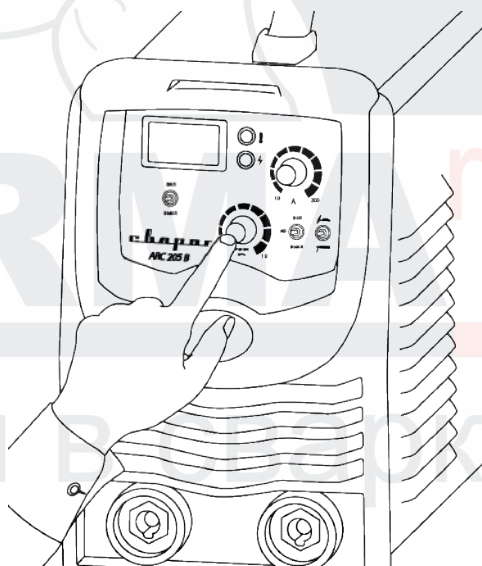

Рис. 8.8. Установка форсажа дуги.
7. Установите необходимое значение форсажа дуги (См. рис. 8.8).